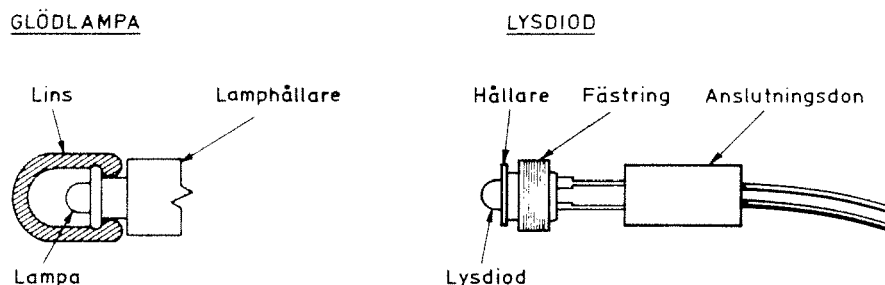

Bild 19. Indikerlampornas infästning
- Glödlampor. Ta bort linsen, genom att bryta den åt sidan. Se bild 19. Dra ut lampan ur hållaren.
- Lysdioder. Ta av anslutningshylsan och lossa fästningen (med hjälp av skruvmejsel). Se bild 19. Ta ur lysdioden ur hållaren.
Anslut den nya lysdioden med rätt polaritet. Det bredare stiftet på lysdioden ska vara vänt uppåt. Se bild 19. Anslut sedan anslutningshylsan med texten uppåt.